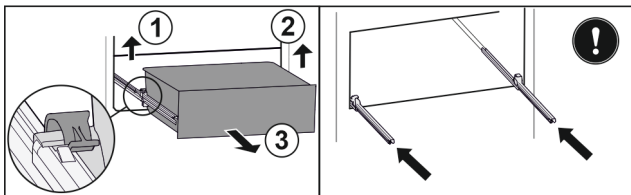

Fig. 76
- Sollevare il morsetto sinistro e allo stesso tempo tirare in avanti il cassetto sinistro. Fig. 76 (1)
- Sollevare il morsetto destro e allo stesso tempo tirare in avanti il cassetto destro. Fig. 76 (2)
- Rimuovere il cassetto tirandolo in avanti. Fig. 76 (3)